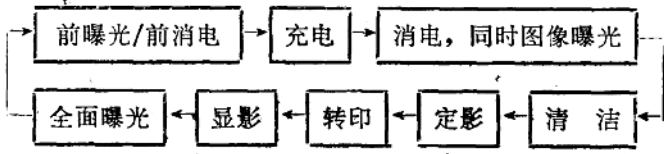
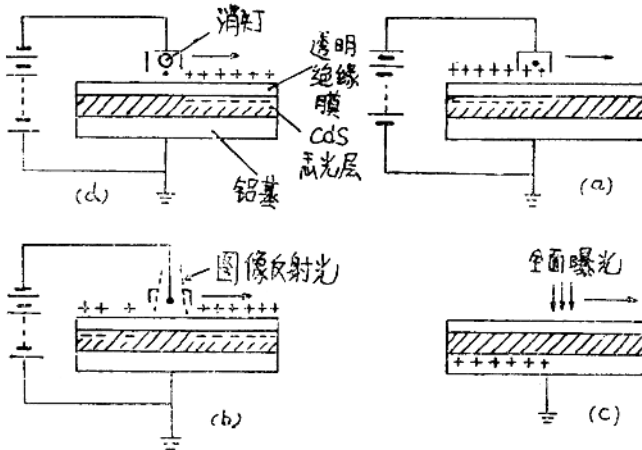

图9 NP成像法复印机的工艺流程
图12. NP成像法的成像过程
与卡尔逊重复法不同，佳能公司采用了“NP成像法”。所谓NP法 (见图12)，就
是在光敏半导体的感光鼓表面,再涂敷一层透明绝缘物。这种感光鼓经过充电(图12·a)→图像曝光同时消电(图12·b)→全面曝光(图12·c)后形成静电潜像。下面我们就以佳能公司比较典型的机型NP400为例来说明NP成像法的原理。NP400复印机的工艺流程见图9。
1.复印前的曝光和消电(图12·d)。